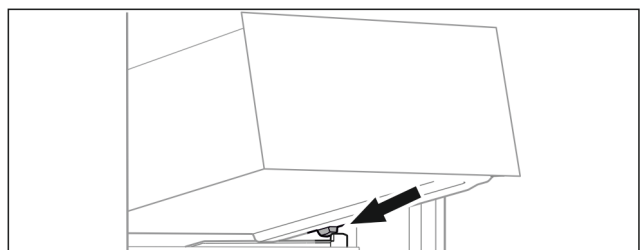

Fig. 23
- ▶ Наклоняя вниз, установите выдвижной ящик за стопоры на контейнерное ребро. (см. Fig. 23)